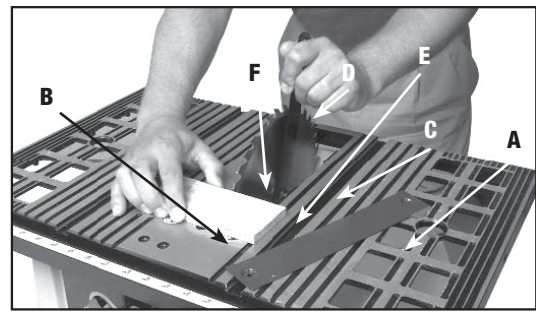

Fig. 38
1. Levante a lâmina da serra até sua altura máxima e remova a folha de inserção (A) da bancada (Fig. 38).
2. Coloque um pedaço de madeira plana (B), Fig. 38, na bancada em contato com a lâmina, de forma que um dente da lâmina possa "agarrar" a madeira, a fim de impedir que a lâmina gire. Remova a porca do eixo (C) com a chave de remoção da lâmina (D). Gire a porca (C) no sentido anti-horário para removê-la. Remova o flange externo da lâmina (E) e a lâmina da serra (F).